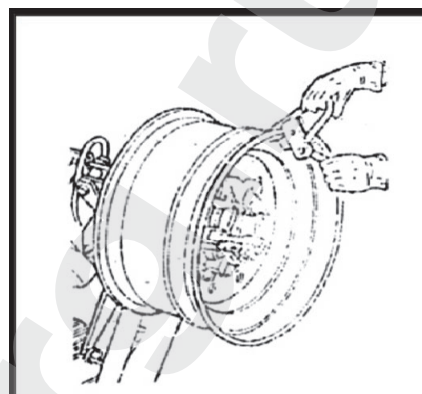
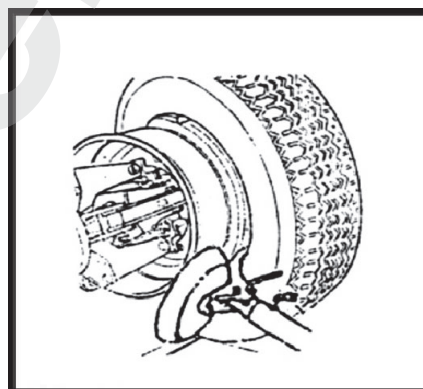
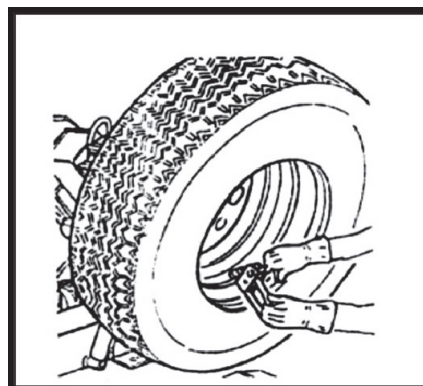

Рис. 13
Рис. 14
Рис. 15
- (1) Зафиксируйте обод с помощью гидравлического зажимного устройства.
- (2) Смажьте оба борта шины и края шины специальным смазочным материалом.
- (3) Установите тиски-зажим самой верхней точке на внешнем крае обода (рис. 13).
- (4) Установите шину на платформу и опустите консоль. Отрегулируйте взаимное положение зажима и инструментальной консоли, установите внутренний борт шины на обод (удерживайте зажим в верхней точке).
- (5) Поднимите обод и шину, вращайте их по часовой стрелке на 15-20 мм, шина будет располагаться под углом к ободу.
- (6) Убедитесь в том, что монтажный палец направлен на шину. В противном случае опустите блокировку, поверните палец на 180° и зафиксируйте.
- (7) Установите монтажный палец на расстоянии 5 мм от обода.
- (8) Вращайте колесо по часовой стрелке до тех пор, пока зажим не окажется в крайней нижней точке (рис. 14).
- (9) Снимите зажим с обода и установите инструмент в исходное положение (нерабочее).
- (10) Поверните инструментальную консоль к внешней части шины и зафиксируйте ее.
- (11) Установите тиски на внутренней стороне обода и вращайте колесо до тех пор, пока зажим не окажется в крайней верхней точке (рис. 15)
- (12) Вращайте колесо против часовой стрелки до тех пор, пока зажим не окажется в крайней нижней точке.
- (13) Снимите зажим.
- (14) Переместите платформу под колесо и опустите консоль (5), чтобы установить колесо на платформу.
- (15) Снимите колесо с гидравлического зажимного устройства. Следите за тем, чтобы колесо не скатилось.
- (8) Переведите инструментальную консоль в нерабочее положение, опустите консоль, чтобы шина оказалась на платформе (17). Установите платформу так, чтобы образовался небольшой зазор, необходимый для выемки камеры.
- (9) Выньте камеру и снова поднимите колесо.
- (10) Переведите инструментальную консоль к внутренней части шины, разверните монтажный палец на 180° и опустите консоль в рабочее положение. Установите палец между ободом и бортом шины и вращайте колесо до тех пор, пока борт не окажется у переднего края обода.
- (11) Установите обод на расстоянии 4-5 см от инструмента.
- (12) Установите монтажный палец на 3 мм вглубь обода.
- (13) Установите монтировку между ободом и бортом шины справа от монтажного пальца (рис. 13).
- (14) Нажмите на монтировку, опустите колесо до тех пор, пока обод не окажется на расстоянии 5 мм от монтажного пальца. Вращайте колесо против часовой стрелки, чтобы полностью снять шину.